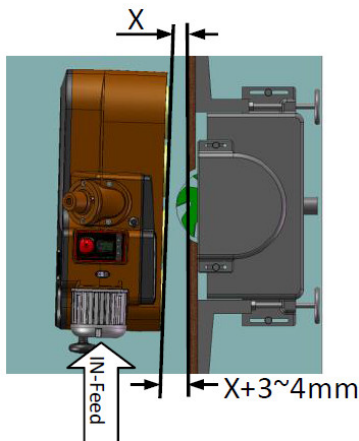

Abb. 32: Anstellwinkel für Anpressdruck des Werkstücks am Anschlag
Schritt 3: Das Werkstück muss während des Vorschubs stabil am Anschlag anstehen. Die Rollen sollten in einem kleinen Winkel zum Anschlag stehen, um einen ausreichenden Anpressdruck zu gewährleisten (Abb. 32).